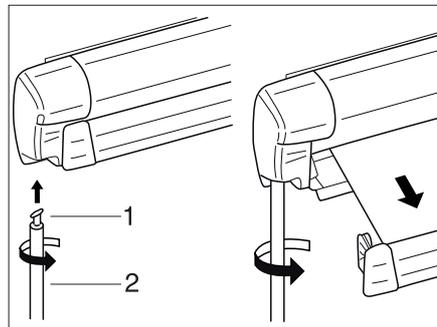

Bild 38 Markise
- Haken (Bild 38,1) der Kurbelstange (Bild 38,2) in die Getriebeöse einhängen und um 90° drehen.